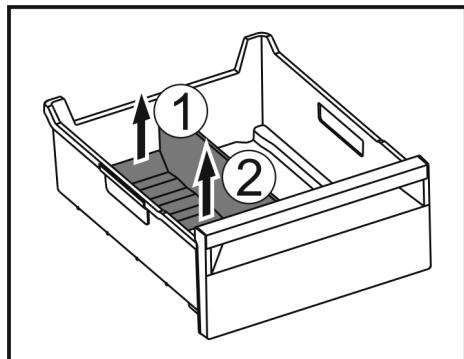

Fig. 145
- Підняти задню частину перегородки відділення для льоду. Fig. 145 (1)
- Вилучити перегородку рухом вгору. Fig. 145 (2)